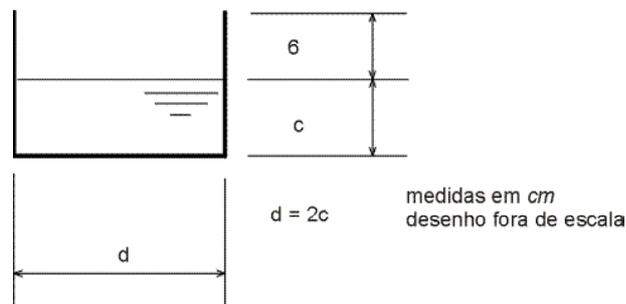

Figura 2
- b) Dimensione a calha retangular entre os pontos A e C, encontrando a medida “c” da Figura 2, a seguir, para dar vazão às precipitações do plano ABDC.